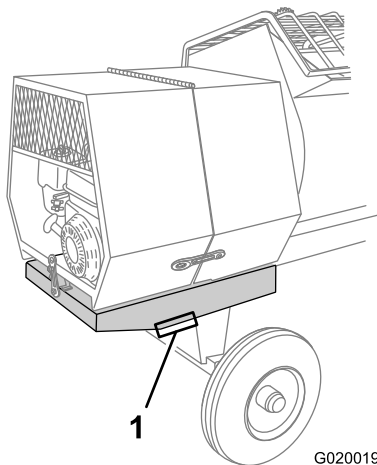

Figure 27
6. Placez une chandelle sous chaque point de soutien de l'extension du cadre arrière (Figure 27).